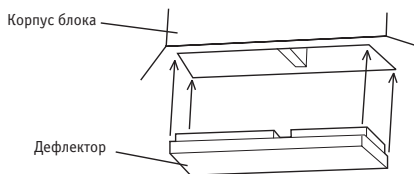

Рис. 4.4
5. Исходя из формы помещения, определите направления воздушного потока для места установки. Направления воздушного потока показаны на рисунке 4.3. При необходимости закрыть часть воздуховыпускного отверстия, в корпус блока можно вставить дефлектор, чтобы перекрыть поток воздуха. См. рисунок 4.4.